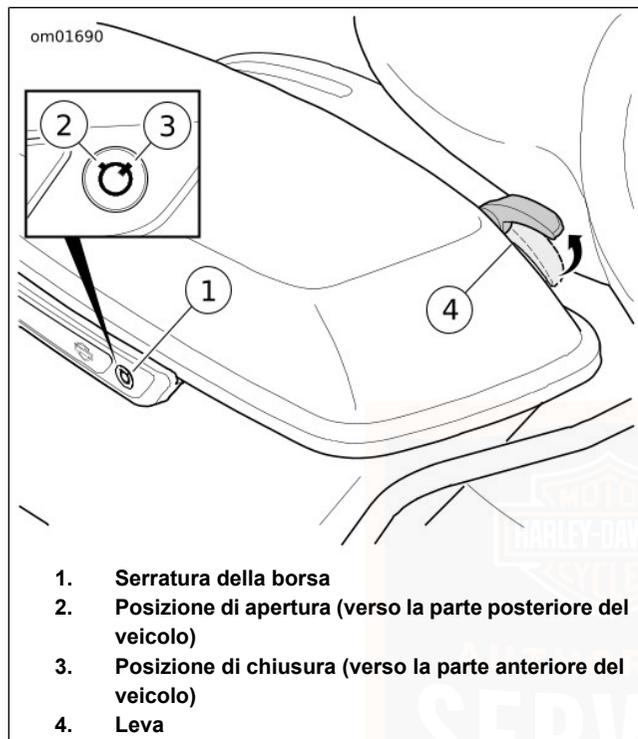

Figura 36. Borsa
1. Vedere Figura 36. Aprire la serratura della borsa con la chiave.
1. Vedere Figura 36. Chiudere il coperchio della borsa.
1. Vedere Figura 36. Aprire la borsa.
1. Vedere Figura 36. Posizionare con cura la borsa sulla guida e allineare i prigionieri di montaggio alla staffa di sostegno.